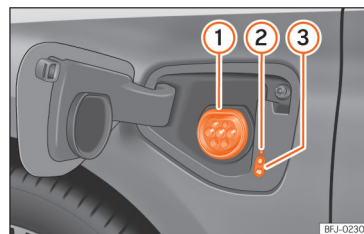

Рис. 56 За лючком гнізда зарядки спереду зліва: Гніздо зарядки.
>>> **рис. 56**
- Якщо автомобіль відімкнений, натискання на лючок гнізда зарядки відкриває його >>> **рис. 56.**